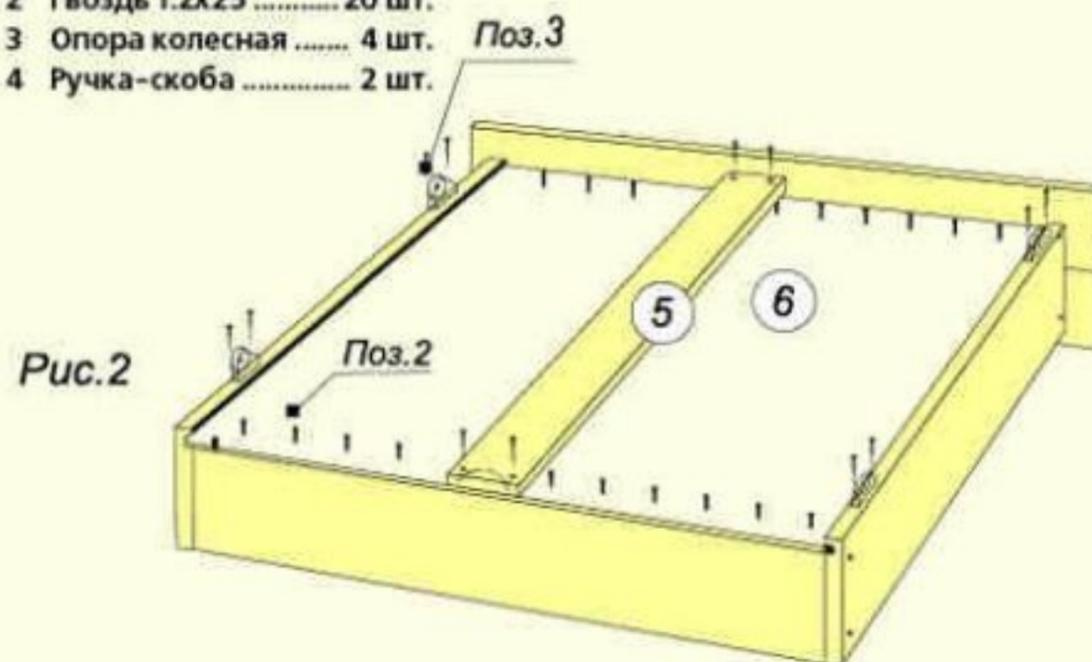

Рис. 2
4. После сборки каркаса (Рис. 2) вставьте в пазы боковых стенок дно поз. 6 и закрепите его вдоль задней и передней стенки гвоздями 1.2x25.